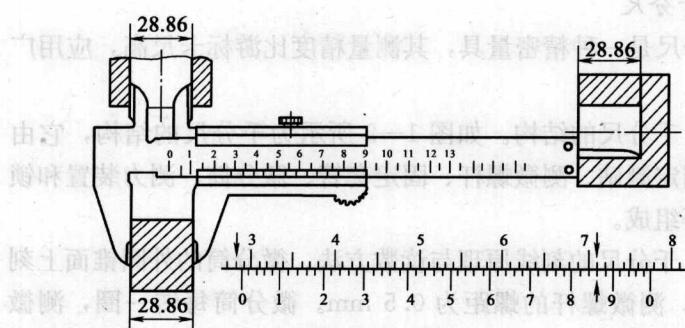

图 1—6 游标卡尺的读数方法
① 0.02 mm 游标卡尺的刻线原理。尺身每小格为 1 mm，当两测量爪合并时，游标上的第 50 格刚好与尺身上的 49 mm 对齐。尺身与游标每格之差为： $1 - 49/50 = 0.02$  mm，此差值即为 1/50 mm 游标卡尺的测量精度。
② 0.05 mm 游标卡尺的刻线原理。尺身每小格为 1 mm，当两测量爪合并时，游标上的第 20 格刚好与尺身上的 19 mm 对齐。尺身与游标每格之差为： $1 - 19/20 = 0.05$  mm，此差值即为 1/20 mm 游标卡尺的测量精度。
① 读整数。在尺身上读出位于游标零线左边最接近的整数值 (mm)。
② 读小数。用游标上与尺身刻线对齐的刻线格数乘以游标卡尺的测量精度值，读出小数部分。
③ 求和。将两项读数值相加，即为被测尺寸。如图 1—6 所示为游标卡尺的读数方法。